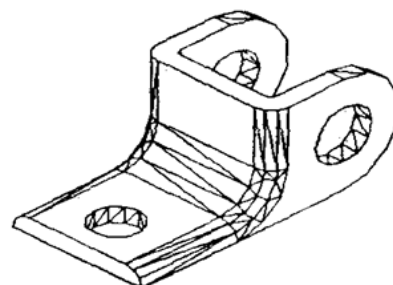

Рис.4 Результат выполнения
- 14) Вычтите цилиндры из выдавленного тела. Результат выполнения представлен на рис.4